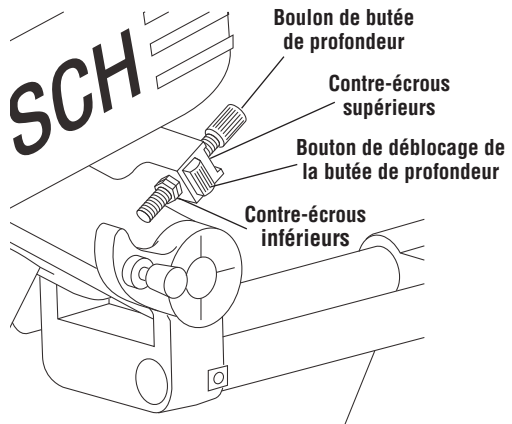

Figure 13. Réglage de profondeur
1. Desserrez et tournez les deux contre-écrous inférieurs pour les amener juste au-dessus de l'extrémité fileté du boulon de butée de profondeur (Figure 13).